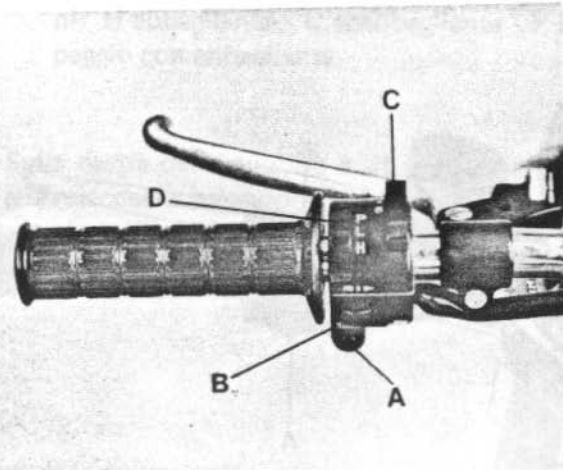

Fig. 3
3. Verifica il pannello di comando 2: il pannello di comando 2 è in posizione ON (Fig. 3).
3. Verify ON: the key can be inserted (Fig. 3).
Nel diagramma sinistro sono indicati i pulsanti (Fig. 3)
In the left switch cluster (Fig. 3) there are:
Nel dispositivo sinistro sono situati invece (Fig. 3):